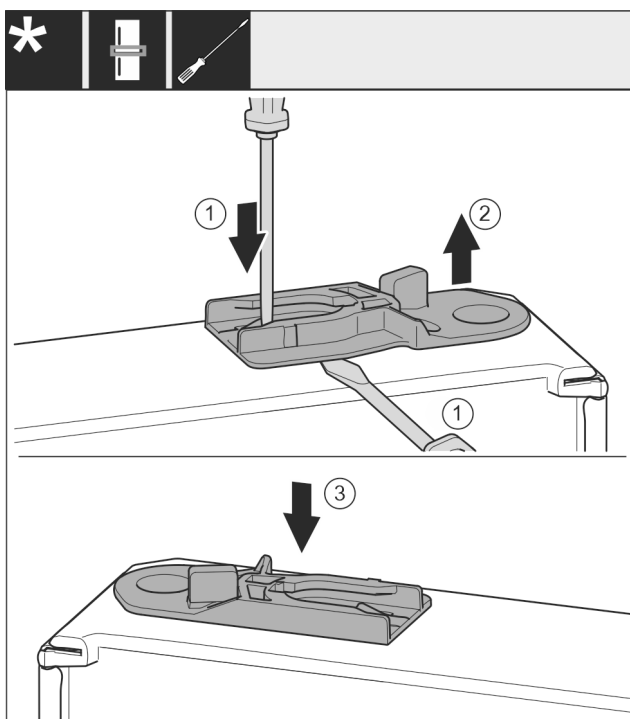

Fig. 34
- ▶ Vytáhněte vodící pouzdro: Stiskněte jazyček Fig. 34 (1) šroubovákem a současně plochým šroubovákem zajedte pod vodící pouzdro Fig. 34 (2).
- ▶ Vodící pouzdro Fig. 34 (3) přiložené v příslušenství zasuněte na druhé straně pláště.